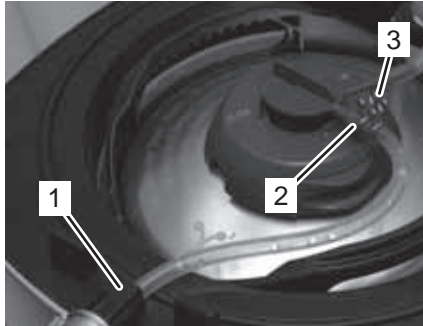

Fig. 35
12. Introduisez le bloc de verrouillage (Fig. 35/1) dans l'auge sur l'appareil.
13. Poussez l'extrémité dégagée du tuyau distributeur sur le raccordement de distribution « Beer Out » (Fig. 35/2).